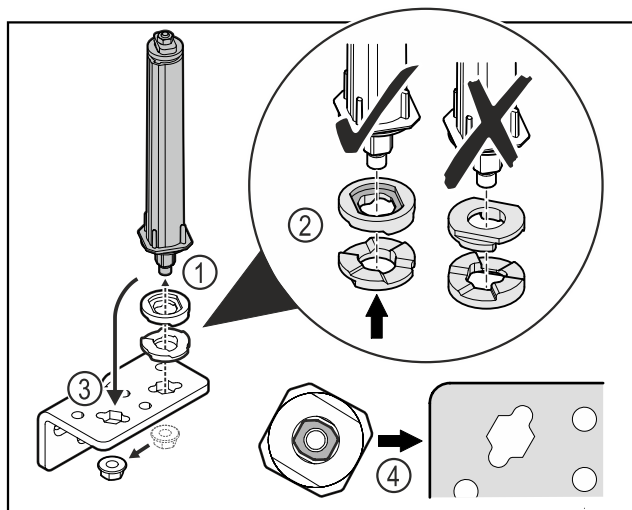

Fig. 23
- Svitare il dado e rimuovere il sistema di chiusura della porta Fig. 23 (1).
- Assicurarsi che le rondelle per la regolazione dell'altezza siano rivolte nel verso giusto Fig. 23 (2).
- Spostare il sistema di chiusura della porta nella cerniera angolare e fissarlo con il dado Fig. 23 (3).
- Durante l'inserimento del sistema di chiusura della porta assicurarsi che sia rivolto nel verso giusto Fig. 23 (4).